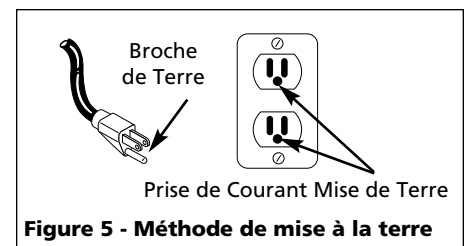

Figure 5 - Méthode de mise à la terre
3. Ce produit est conçu pour l'utilisation d'un circuit de 120 volts et a une fiche de mise à la terre comme celle indiquée sur la Fig. 5. Assurer que le modèle est branché à une prise de courant qui a la même configuration que la fiche. Ce produit doit être mis à la terre. Dans l'événement d'un court-circuit, la mise à la terre diminue le risque de secousse électrique en fournissant un fil d'échappement pour le courant électrique. Ce produit est équipé avec un cordon qui a un fil de terre avec une fiiche de terre. La fiche doit être branchée dans une prise de courant qui a été installée et mise à la terre correctement en respectant tous les codes et règlements locaux.